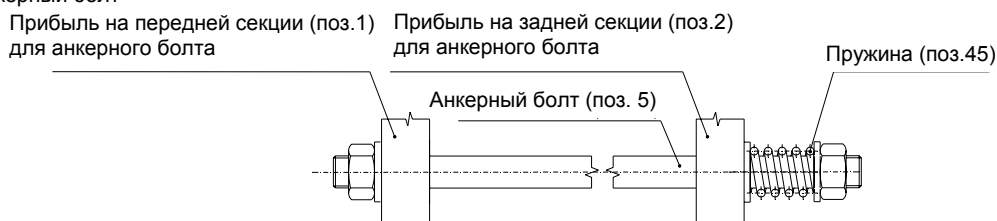

Рис. 4 Анкерный болт
9. на котельный корпус уложить анкерные болты более длинной резьбой вперед так, чтобы передний конец болтов не выходил за пределы бобышки более, чем на 20 мм. Укладка отдельных деталей, относящихся к анкерному болту при стягивании котельного корпуса указана на рис.4 (деталь X и Y). Котельный корпус стянуть так, чтобы пружины были сжаты на длину 32 мм.